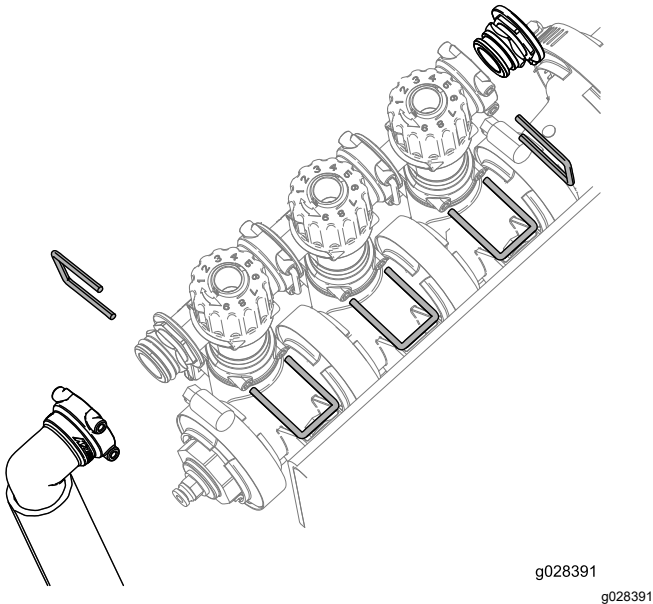

Bild 14
3. Entfernen Sie die Halter, die die Baugruppe des Ausleger-Überstromventils, die Abschlusskappe und das Anschlussstück sowie die Schlauchleitung halten, wie in Bild 14 abgebildet.